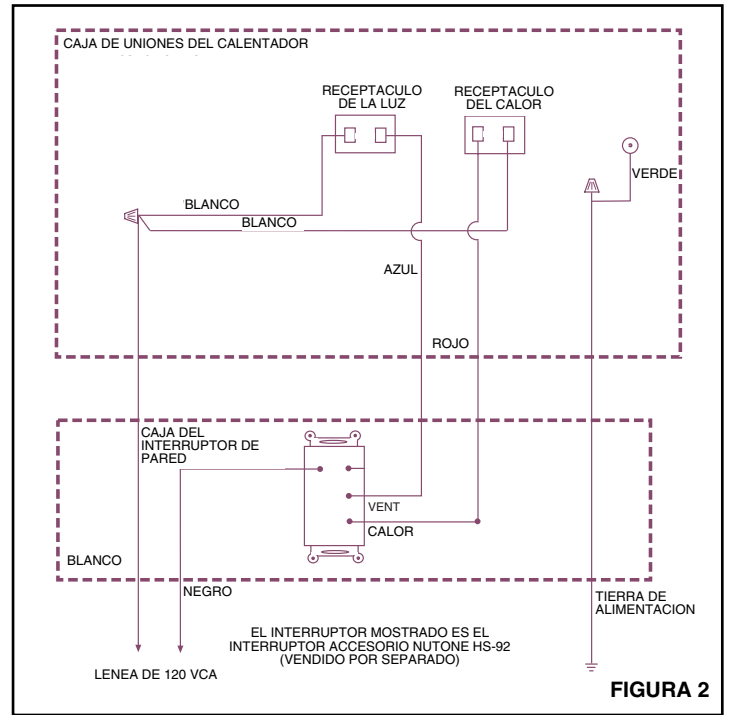

FIGURA 2
3. **Refiérase a la figura 2.** Conect los cables blancos que están en la caja de uniones al cable blanco de alimentación eléctrica (neutro). Conecte el cable azul que está eb el receptáculo de dos cables al cable de alimentación eléctrica del interruptor de la ventilación. Conecte el cable rojo en la caja de uniones del receptáculo de tres patillas al cable de alimentación eléctrica que viene del interruptor de calor. Conecte ambos hilos de tierra verdes que están en la caja de uniones al suministro de tierra.